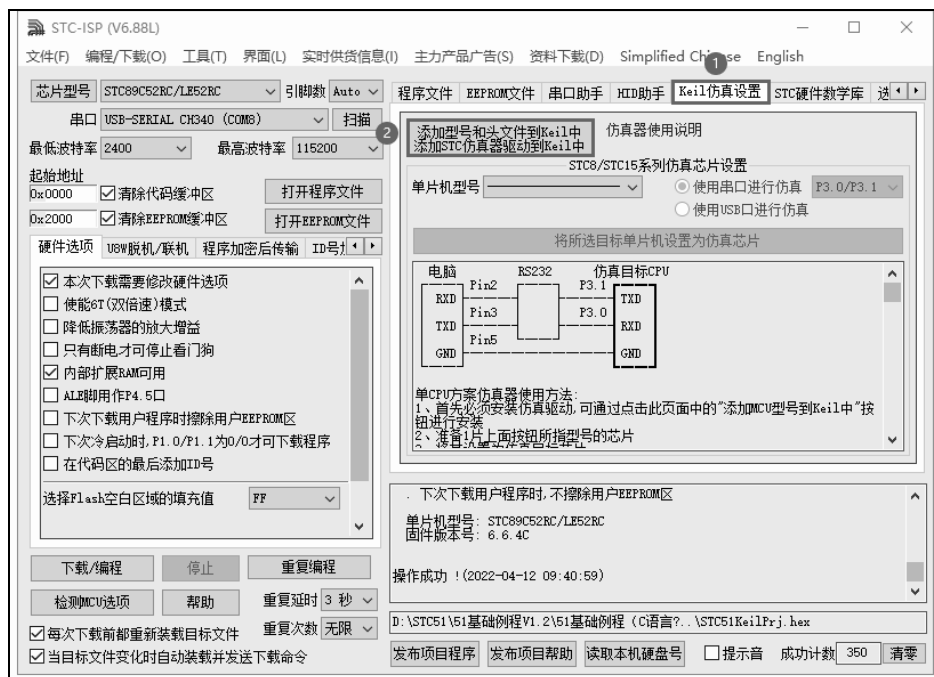

图 1-18 STC-ISP Keil 仿真设置
(1) 双击运行本书配套资料包“01.开发工具”文件夹中的 stc-isp-v6.88L.exe 程序，在打开的窗口中选择“Keil 仿真设置”选项卡，然后单击“添加型号和头文件到 Keil 中 添加 STC 仿真器驱动到 Keil 中”按钮，如图 1-18 所示。